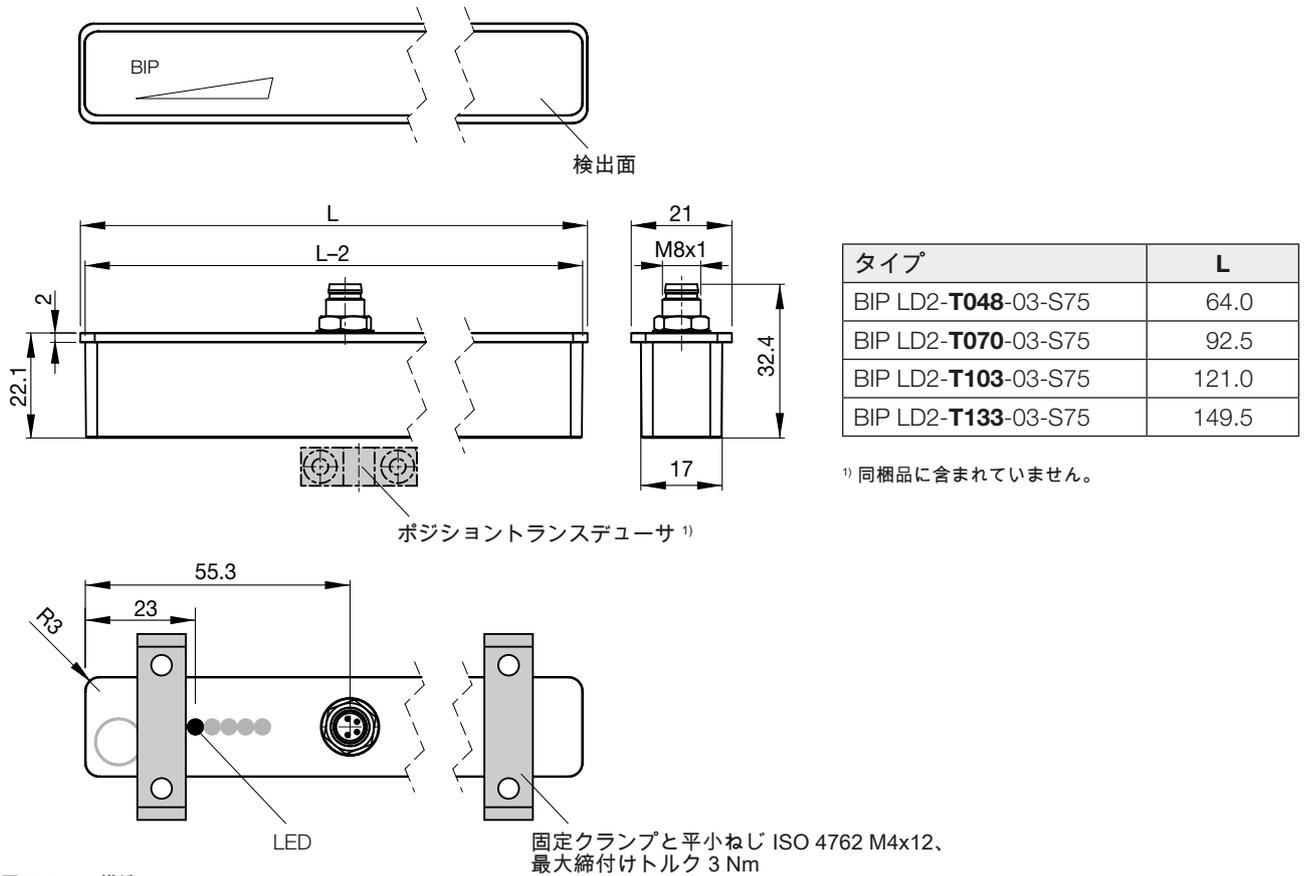

図 3-1: 構造
- 締付けトルクに注意してください ( 図 3-1 を参照 ) 。